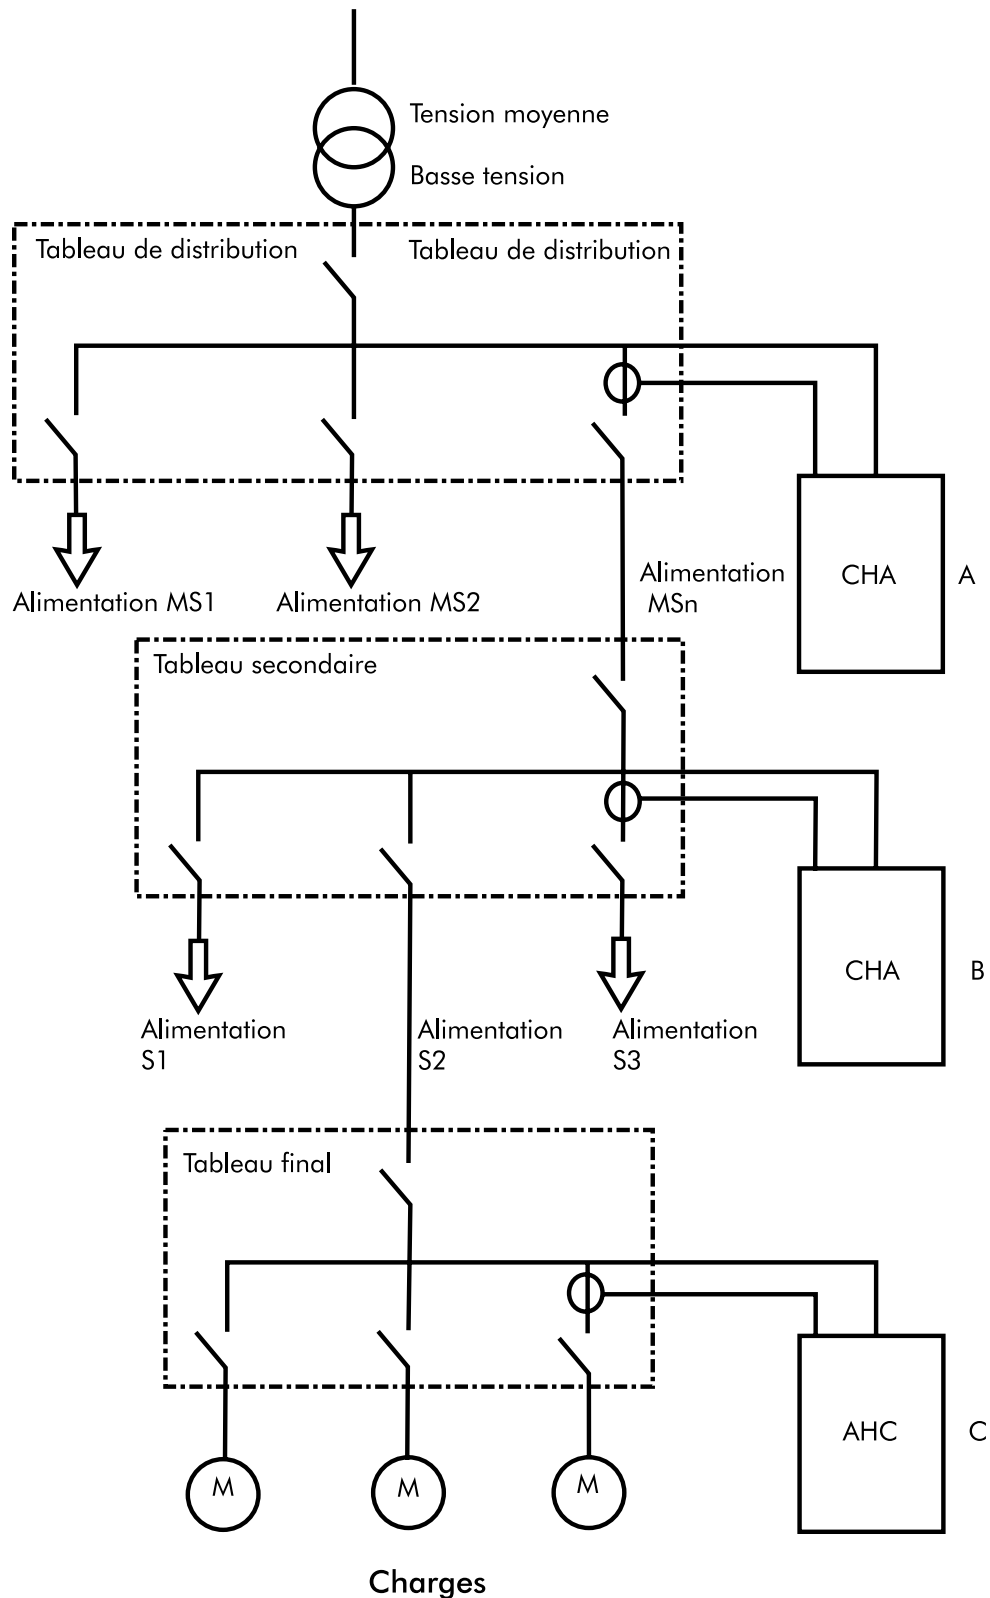

Figure 5 - Distribution en cascade à trois niveaux montrant les points de branchement possibles pour un CAH
- ◆ en un point central, au droit du point de couplage commun ; pour une compensation globale des courants harmoniques (figure 5, A)
- ◆ en un point particulier, pour une compensation partielle des courants harmoniques (figure 5, B)
- ◆ près des charges polluantes pour assurer une compensation locale des courants harmoniques (figure 5, C)
Remarque : le conditionneur réagit uniquement aux harmoniques en aval ; par exemple, le conditionneur de la figure 5, B corrigera uniquement le courant harmonique dû aux charges sur la ligne S3 et ne réagira pas aux charges des autres lignes. Cela autorise une grande souplesse lors du choix du positionnement des conditionneurs.